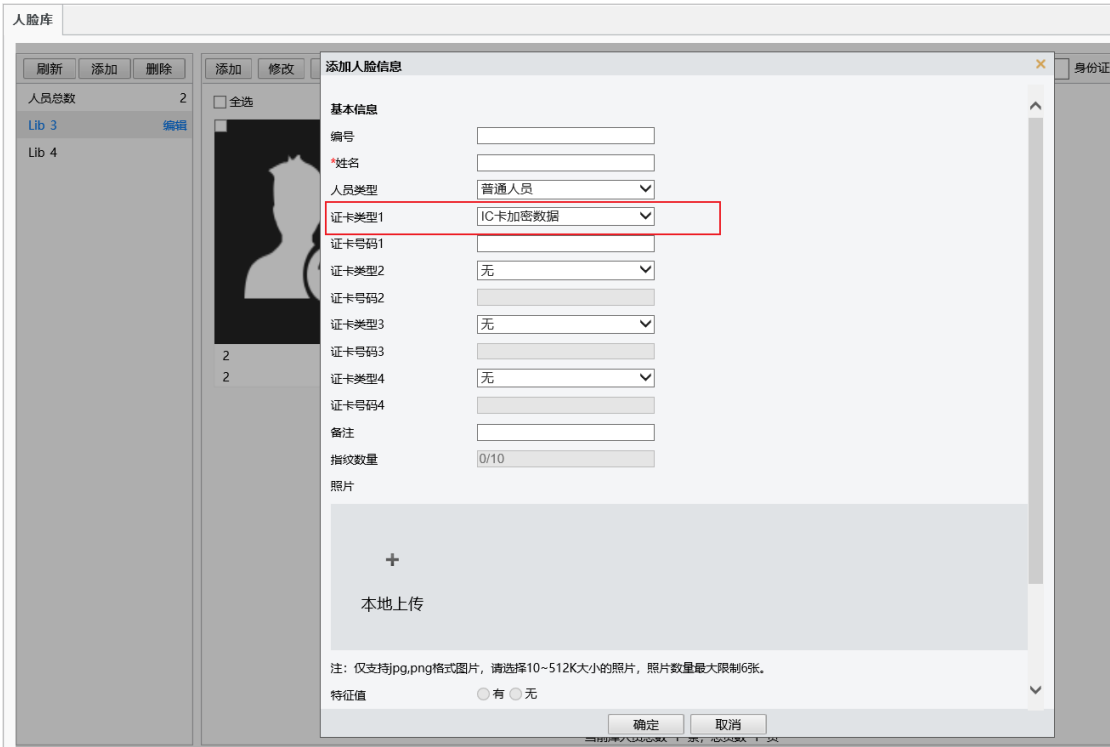

图4.2-5 门禁web设置
7. 进入<智能监控>--<人脸库>，点击添加人员，再添加人员界面填写相关信息，证卡类型选择“IC 卡加密数据”，并输入需要刷卡的加密 IC 卡号，点击<确定>，此时在门禁刷卡区域刷卡，会提示识别成功，实现开门，如图 4.2-5 所示。**注意：此处添加的加密 IC 卡，密钥类型、读卡密钥、读卡扇区号、读卡扇区偏移、读卡扇区长度需要与之前读卡器配置中设置的一致才可以识别成功！**